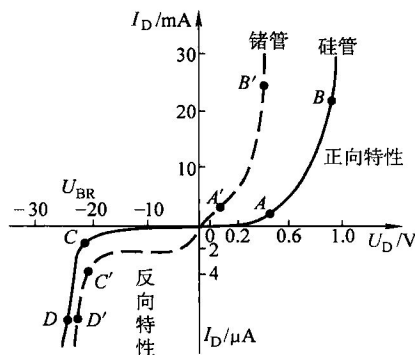

图 1-5 二极管的伏安特性曲线
(3) 二极管的特性曲线 加在二极管两端的电压与通过二极管的电流之间的关系曲线,称为二极管的伏安特性曲线。如图 1-5 所示,第一象限描述的是二极管的正向特性,第三象限描述的是二极管的反向特性。正向特性分为死区(原点至 A 或 A')和正向导通区(A 或 A'至 B 或 B');反向特性分为反向截止区(原点至 C 或 C')和反向击穿区(C 或 C'至 D 或 D')。